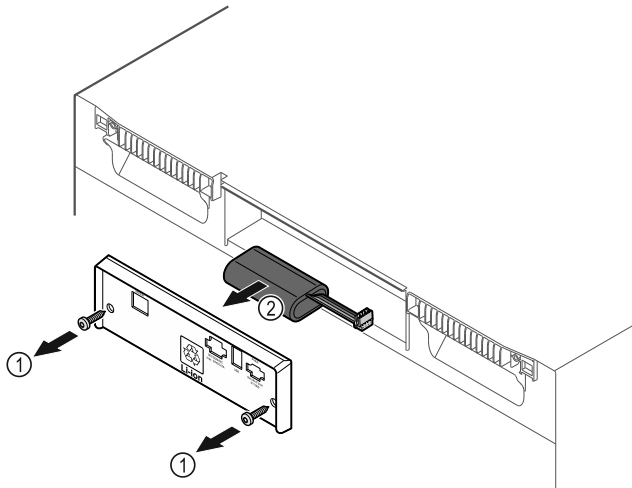

Fig. 229
- ▶ Vyskrutkujte skrutky a odstráňte kryt na zadnej strane zariadenia Fig. 229 (1).
- ▶ Odpojte a vyberte batériu Fig. 229 (2).